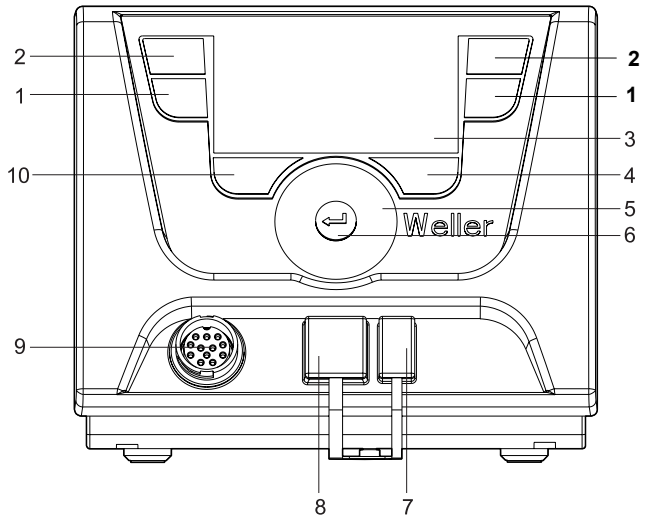
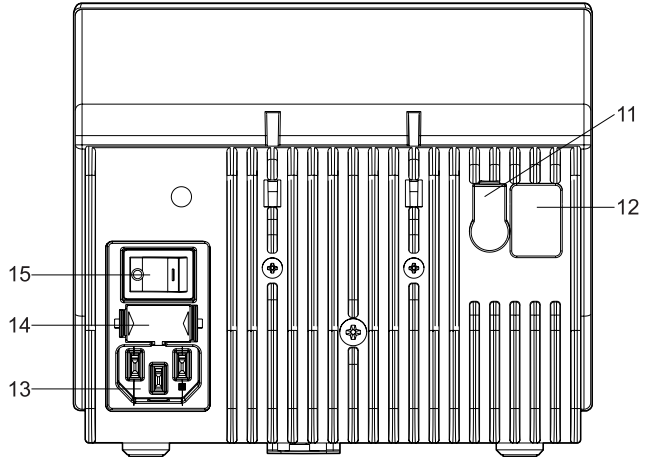

Fig. 7
Fig. 8
Observe as figuras de vista geral (Fig. 7 e Fig. 8, página 8).
*) consultar também as figuras de vista geral (Fig. 7 e Fig. 8, página 8).